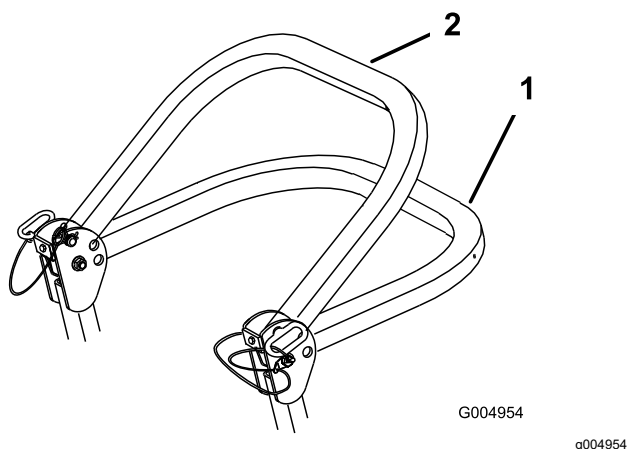

Figura 8
2. Baixe por completo a barra de segurança (Figura 8).
Nota: Há 2 posições em baixo; consulte Figura 8.